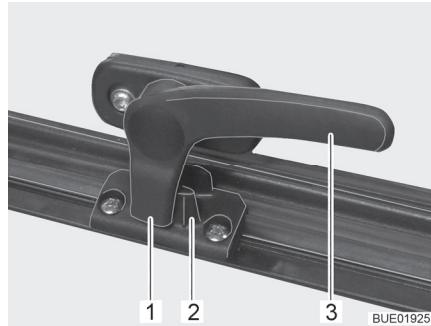

Bild 10 Verriegelungshebel in Stellung "geschlossen"
- Den Verriegelungshebel (Bild 10,3) eine viertel Umdrehung zur Fenstermitte hin drehen.
- Den Verriegelungshebel (Bild 10,3) eine viertel Umdrehung zum Fensterrahmen hin drehen. Die Verriegelungsnase (Bild 10,1) liegt auf der Innenseite der Fensterverriegelung (Bild 10,2).
- in Stellung "fest verschlossen" (Bild 10).